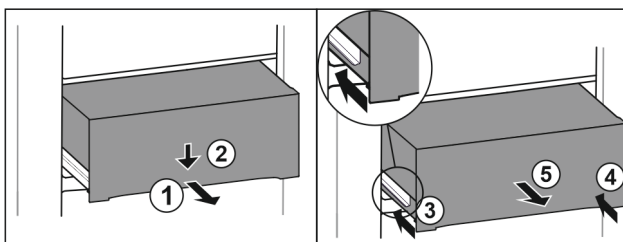

Fig. 146
- ▶ Изтеглете чекмеджето наполовина. Fig. 146 (1)
- ▶ Натиснете надолу чекмеджето от предната страна. Fig. 146 (2)
- ▶ Вкарайте лявата релса приблизително 2 cm навътре. Fig. 146 (3)
- ▶ Вкарайте дясната релса приблизително 2 cm навътре. Fig. 146 (4)
- ▶ Извадете чекмеджето напред. Fig. 146 (5)